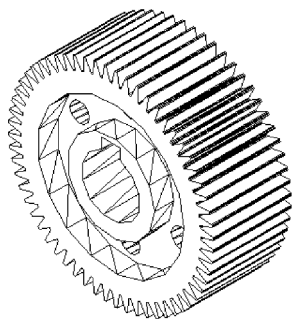

图 13-34 合并所有图形
4) 单击【视图】功能区|【视觉样式】选项板|【隐藏】按钮, 隐藏看不到的线段, 如图 13-34 所示。